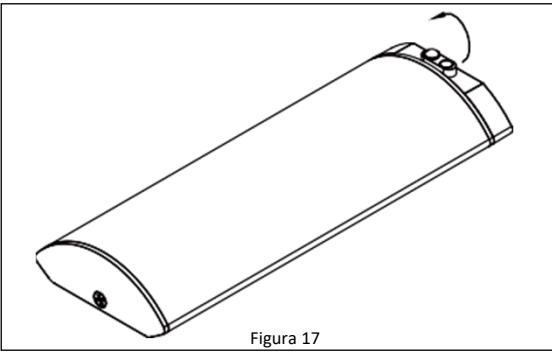

Figura 17
5. Retira la tapa protectora del puerto del sensor girándola 90° hacia la izquierda y levantándola. Instala el sensor en el puerto del sensor alineando las pestañas debajo del sensor con las muescas del puerto del sensor, luego gíralo ligeramente hacia la derecha. **Ver Figura 17.**